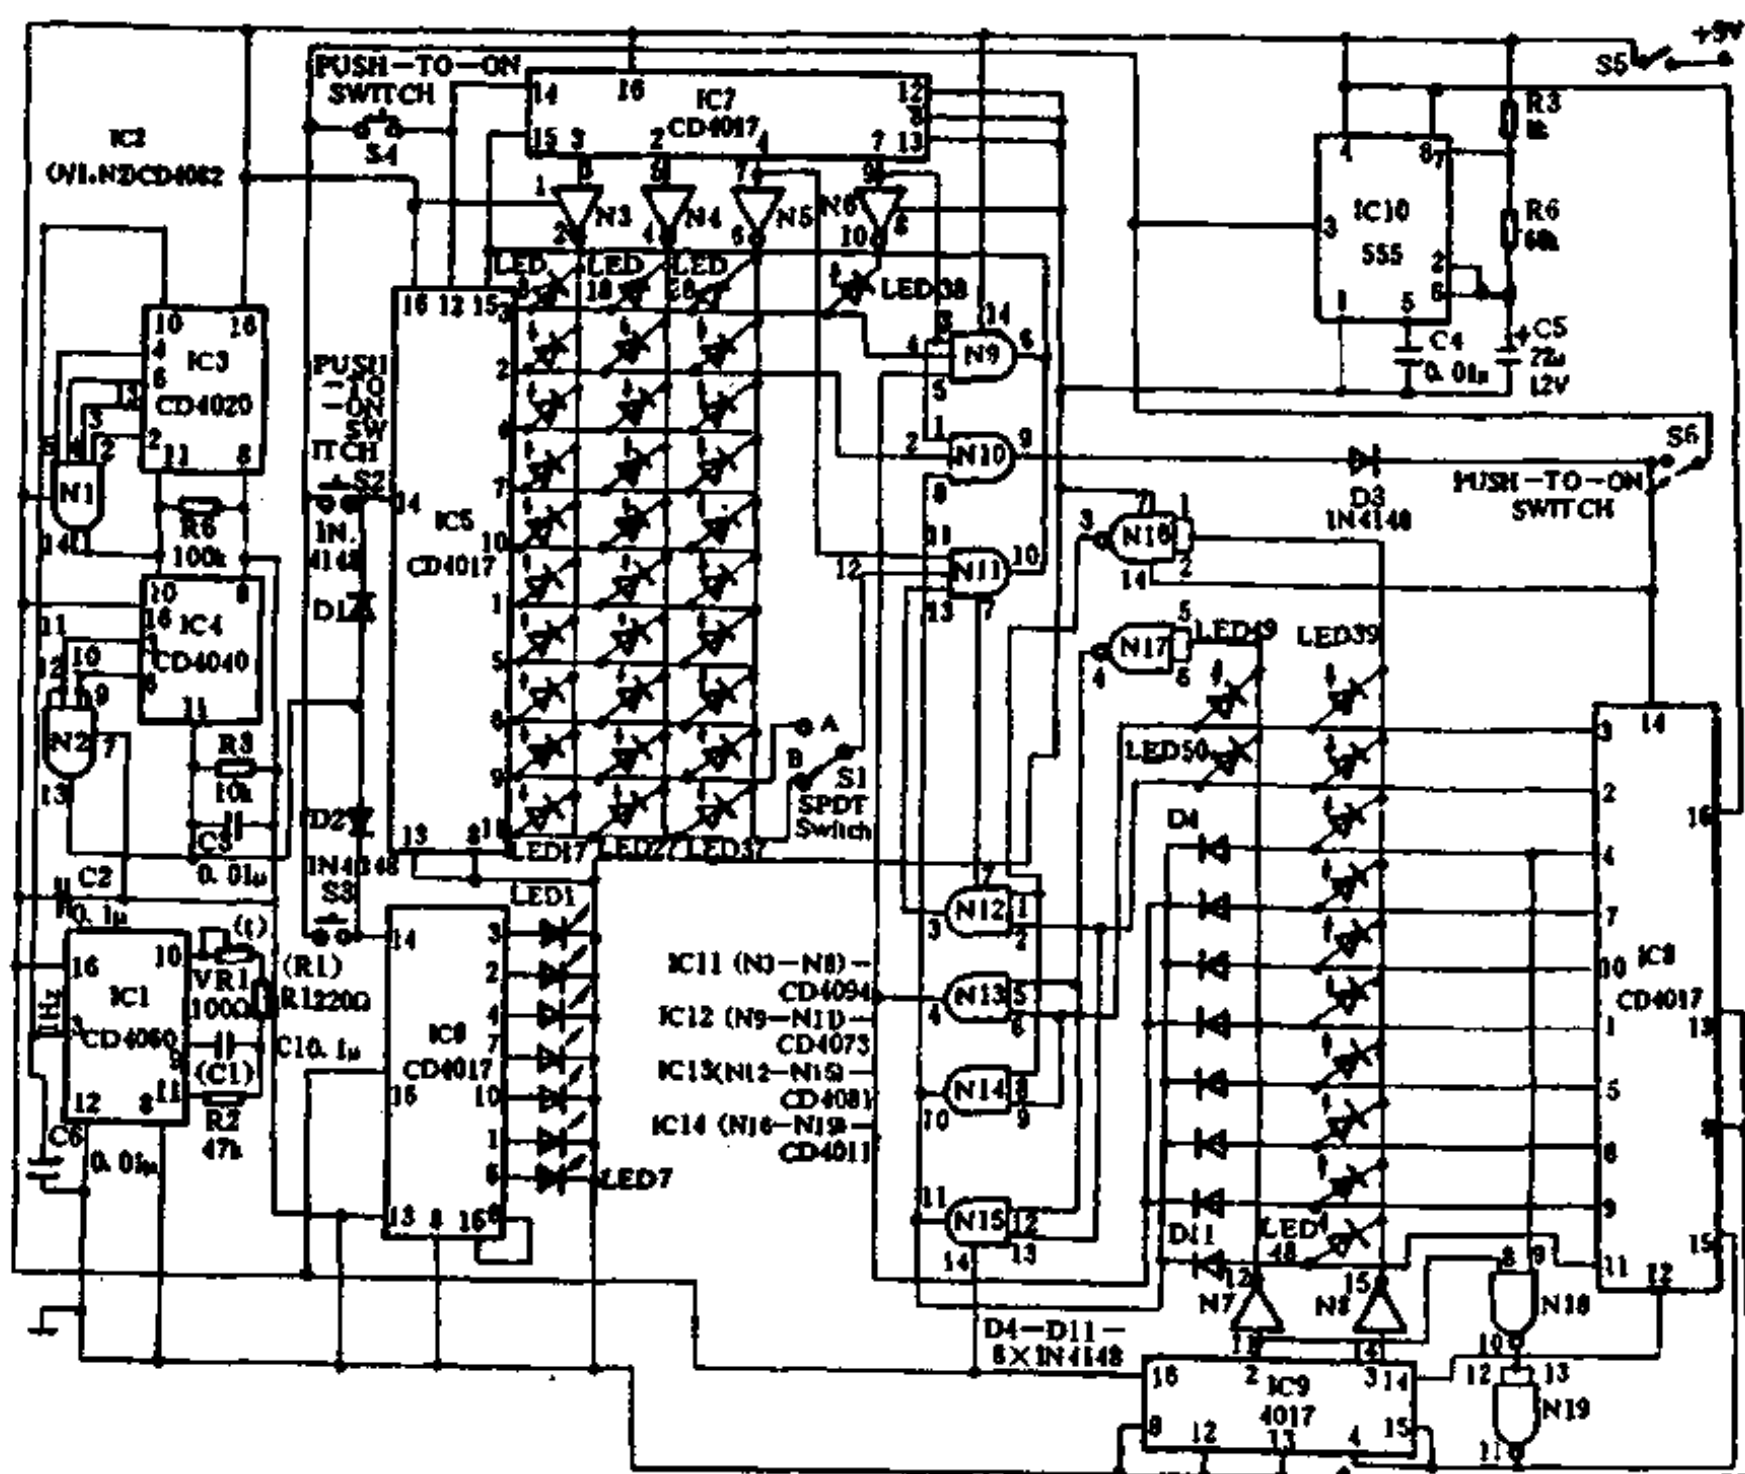

图 1-309
电子日历需要一个时间基准,IC1的作用就是提供此时间基准(如图1-309所示电路)。IC1内有一个振荡器和一个14位的二进制计数器,振荡器的振荡频率由以下公式确定: $f=1/2 \cdot 2C1(R_1+VR_1)$,14位的计数器就是将此振荡信号分频,将振荡信号除以16,384后由第③脚输出,提高了时基信号的稳定性和准确度。电路中所取的元件值使得IC1的第③脚输出频率为1Hz的脉冲信号,可调电阻VR1用于时基信号的校准。